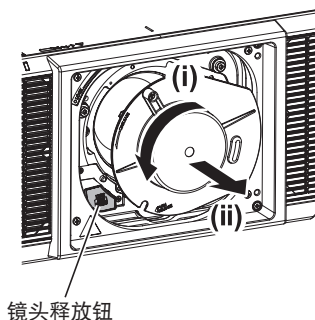

图 2
2) 取下镜头孔盖子(图 2)。
3) 安装投影机随附的镜头孔盖子(图 2)。